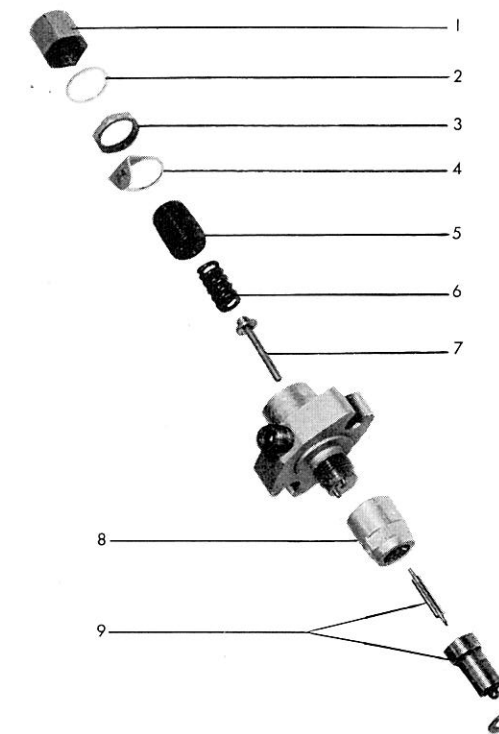

Fig. M2. — Ordre de démontage de l'ensemble injecteur porte-injecteur
Il ne faut pas intervenir sur un injecteur si l'on ne dispose pas de l'outillage nécessaire. Les injecteurs sont démontés et vérifiés comme indiqué à la Fig. M2.
- démonter dans l'ordre indiqué par les repères (Fig. M2),